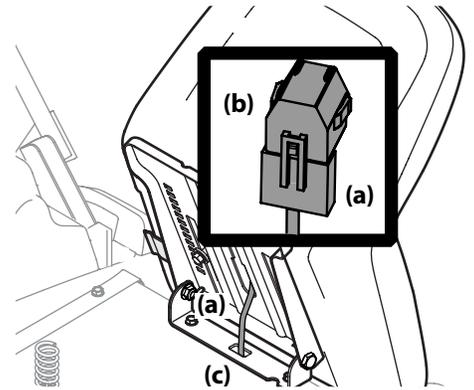

Figura 2-10
- Si es necesario, conecte el mazo de cables del interruptor del asiento (a) al interruptor del asiento (b), como se muestra en la Figura 2-10. Asegúrese de empujar el cable excedente del cableado para que ingrese en el orificio de la caja del asiento (c) antes de continuar.